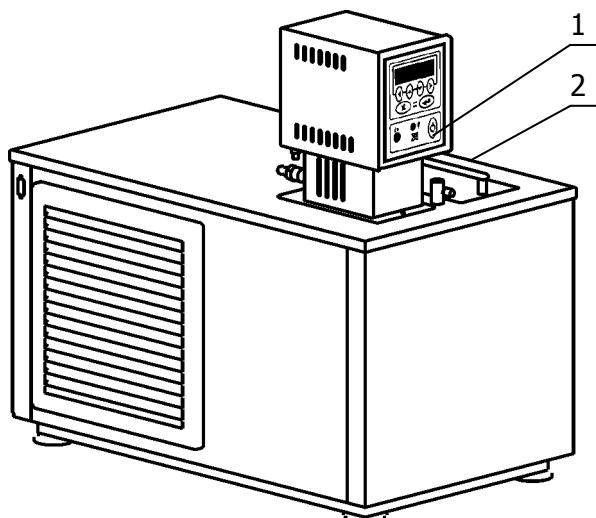
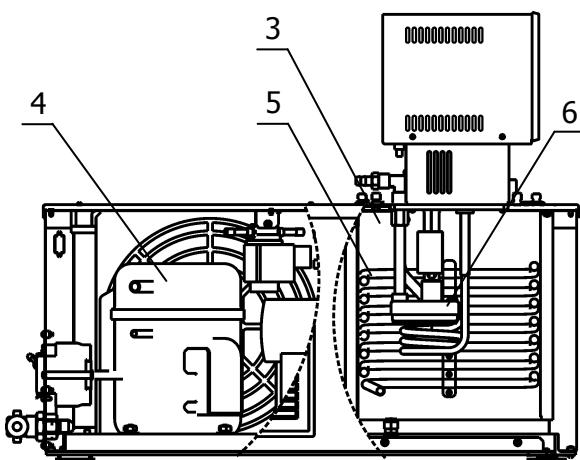

Рисунок 1 — Внешний вид термостата
Рисунок 2 — Устройство термостата
1.4.2 Конструкция термостата состоит из блока регулирования температуры 1 и корпуса 2 (рисунок 1), внутри которого расположена рабочая ванна 3 и размещена холодильная машина 4 (рисунок 2). В рабочей ванне, кроме погруженной части блока регулирования, расположен теплообменник 5 (рисунок 2), по которому прокачивается хладагент при работе холодильной машины.
1.4.3 Работа термостата заключается в поддержании заданной температуры теплоносителя, циркулирующего в ванне, а также во внешнем потребителе, в случае его подключения. Циркуляция теплоносителя обеспечивается центробежным насосом 6 (рисунок 2), расположенным в блоке регулирования температуры.
1.4.4 Поддержание заданной температуры теплоносителя осуществляется электронным регулятором, расположенными в блоке регулирования температуры 1 (рисунок 1). Охлаждение теплоносителя осуществляется с помощью холодильной машины 4 посредством теплообменника 5, установленного в рабочей ванне 3 (рисунок 2).